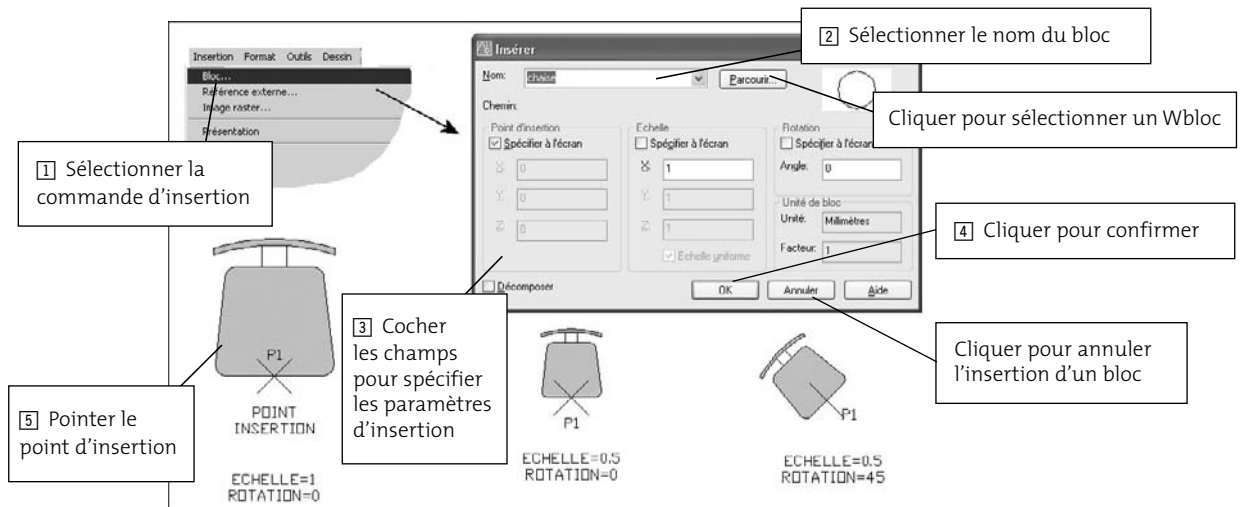

Fig.7.14
- [1] Exécuter la commande d'insertion de bloc à l'aide d'une des méthodes suivantes (fig.7.14) :